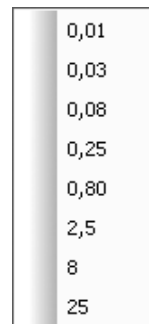

Рис. 5.11. Всплывающее меню пункта **Базовая длина** второго всплывающего меню
- щелкните в всплывающем меню по пункту **Базовая длина**, если это надо. Появится второе всплывающее меню, показанное на рис. 5.11;